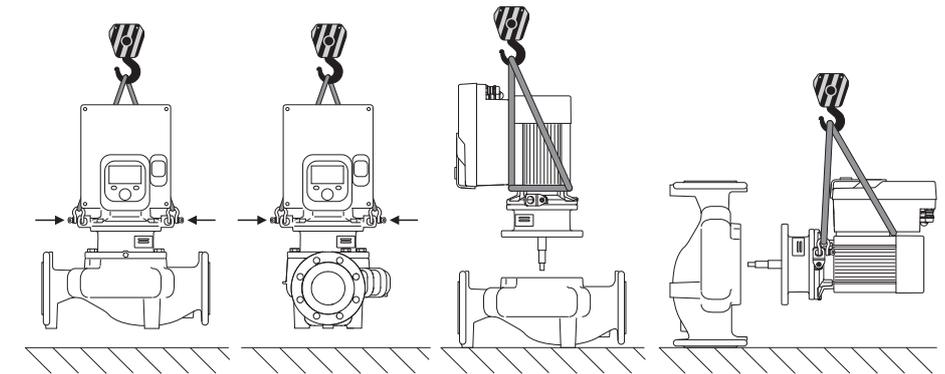

Fig. 6: Heberichtung Einzelpumpe
Der Transport der Pumpe ist mit zugelassenen Lastaufnahmemitteln (Flaschenzug, Kran etc.) durchzuführen. Lastaufnahmemittel müssen an den am Motorflansch vorhandenen Transportösen befestigt werden. Hebeschlaufen, falls erforderlich unter die Adapterplatte schieben (Fig. 6/7). Pumpe gegen Kippen sichern.
2. Einstecksatz (Fig. 4) zur Absicherung mit geeigneten Hebelmitteln an den Transportösen befestigen. Damit die Einheit nicht kippt, eine Gurtschleife gemäß Fig. 6 um Motor und Adapter des Elektronikmoduls herum legen. Beim Befestigen eine Beschädigung des Elektronikmoduls vermeiden.